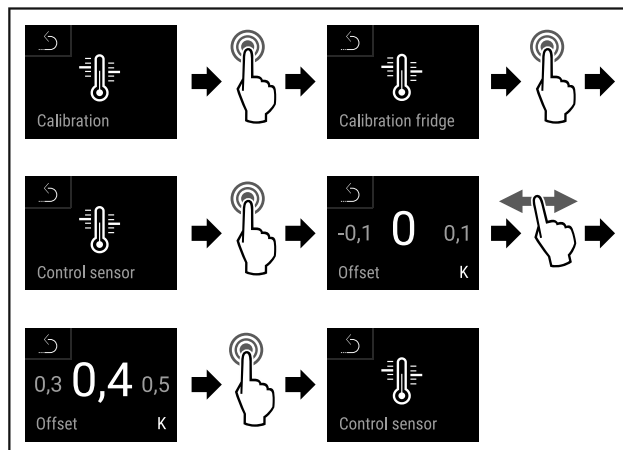

Fig. 138
- Stappen (zie Fig. 138) uitvoeren.